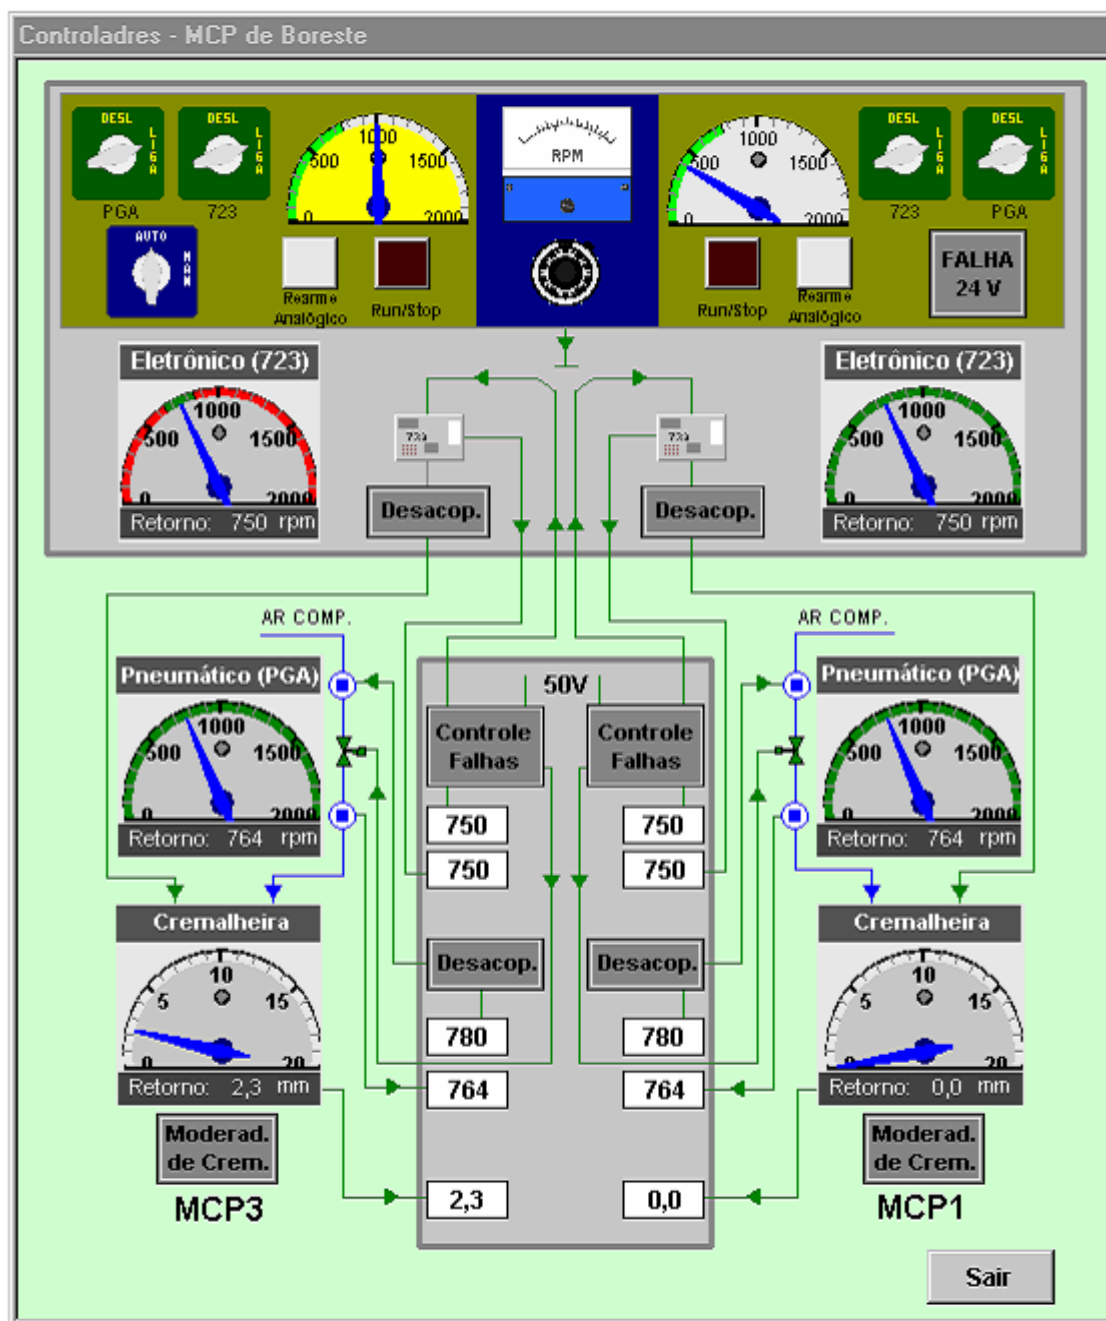

Figura 1.152. Controlador do MCP.
Controladores dos MCP's nº1 e nº3 (BE) e nº2 e nº4 (BB). Figura 1.152